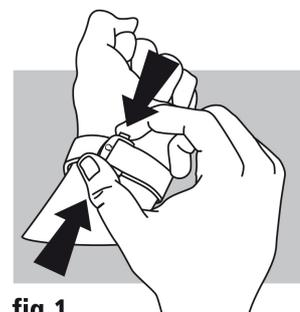

fig.1
**Ouverture (fig. 1) :** pour ouvrir votre fermoir, il suffit d'appuyer sur les 2 poussoirs situés de part et d'autre de la boucle OMEGA et de tirer vers le haut.